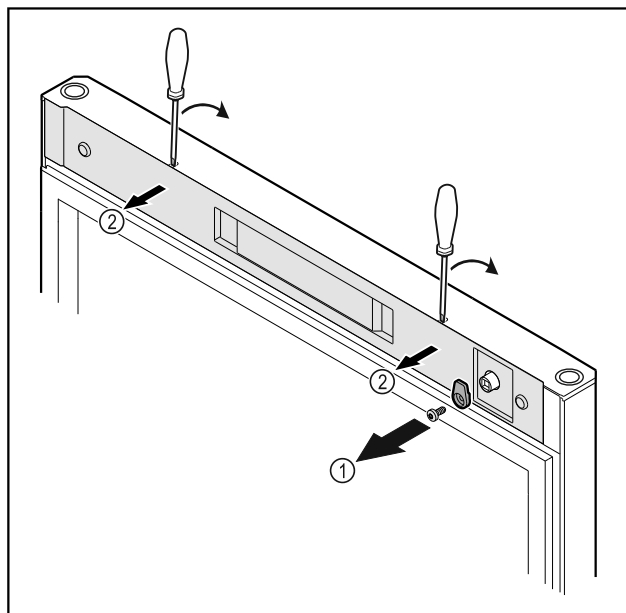

Fig. 16
- Odvrnite kuke za zatvaranje Fig. 16 (1).
- Odvojite poklopac Fig. 16 (1) malim odvijačem i skinite ga.